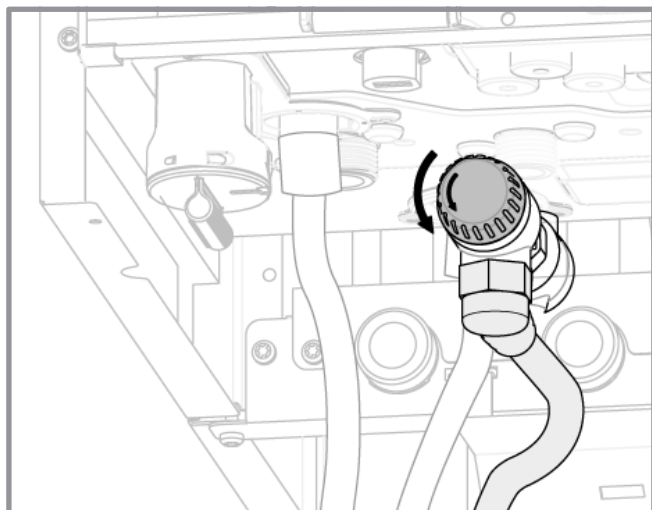

figure 6 - Vidange du groupe de sécurité
- Le dispositif de vidange du groupe de sécurité doit être mis en fonctionnement périodiquement (au moins une fois par mois) *figure 6*. Cette manœuvre permet d'évacuer d'éventuels dépôts de tartre et de vérifier qu'il ne soit pas bloqué.